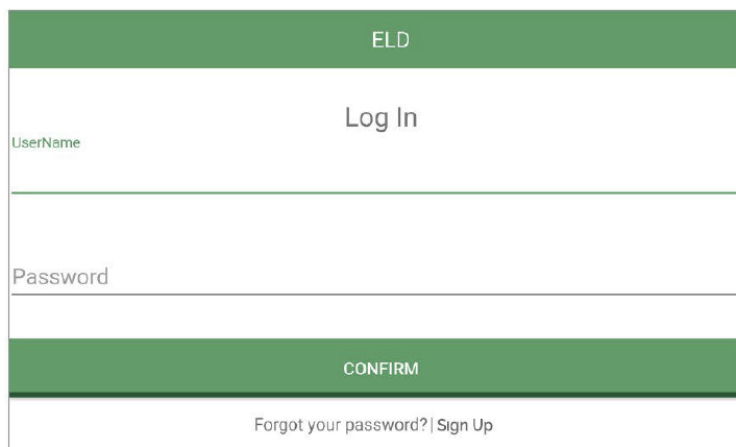

IMAGEN 3
3. Inicia sesión en la aplicación con tu nombre de usuario y contraseña (imagen 3).